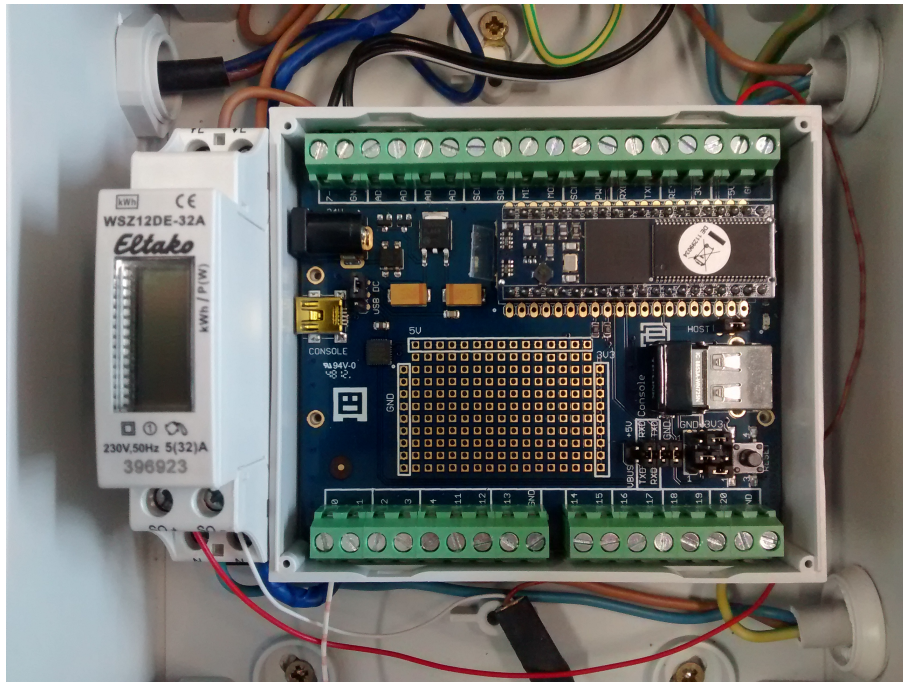

Abbildung 2: Hauptkomponenten des intelligenten Stromzählers
Die beiden Hauptkomponenten des Gnublin-Stromzählers sind (vgl. Abb. 2):
- ein Gnublin-DIP, montiert auf einem DIN-Rail-Modul (im Gehäuse für HutschieneMontage, Deckel in Abb. 2 entfernt), mit USB-WLAN-Adapter („TP-LINK TL-WN725N V.2“)